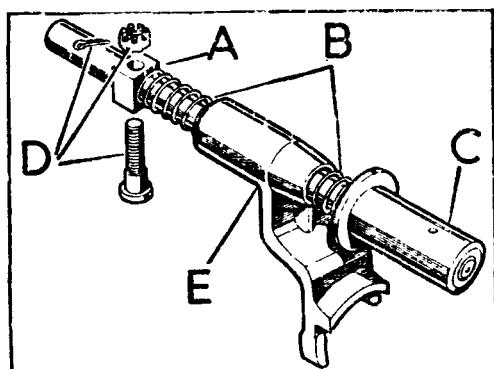

Fig. C1-54 Barra corredera para tracción total
1.2.1. Desmontar los elementos de fijación, D (Fig. C1-54) del dado, A, a la barra corredera, C.